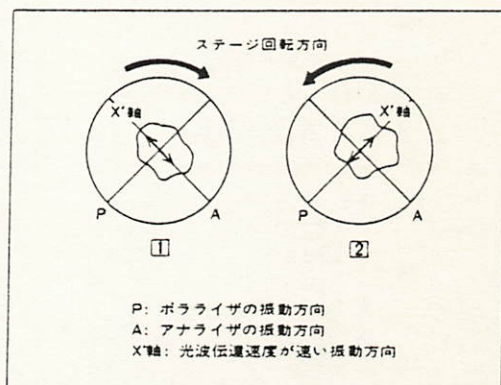

図28
- ② 標本をステージに載せ、ステージを回転して、測定箇所を最暗黒にし、 45° クリックストップレバーを手前へ引きます。
このとき、標本の X' 軸が、図28-①のようにアナライザの振動方向に一致している場合と、図28-②のようにポラライザの振動方向に一致している場合があります。
①の場合は、時計方向にステージを 45° 回転し、②の場合は、反時計方向にステージを 45° 回転して下さい。